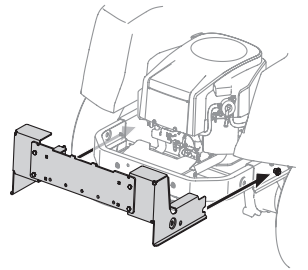

Figure 2
1. Faites glisser le support de montage sur les rails du châssis de l'appareil jusqu'à ce que les crochets du support de montage sont alignés sous les boulons à épaulement de l'appareil. Voir Figure 2.